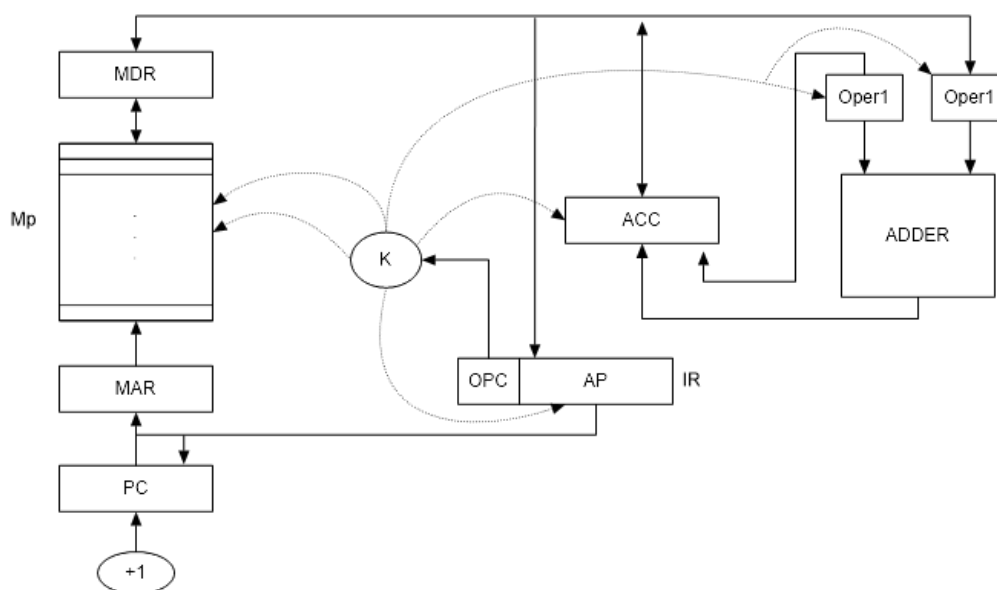

Figura 1. Máquina elemental
2. Se dispone de una computadora elemental, representada en la Figura 1.